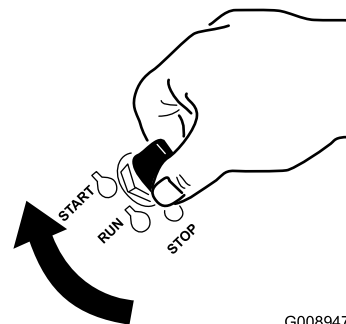

Figura 17
1. Rode a chave da ignição para a posição Start (ligar) (Figura 17). Quando o motor arrancar, solte a chave.
7. Rode a chave da ignição para a posição Start (ligar) (Figura 17). Quando o motor arrancar, solte a chave.